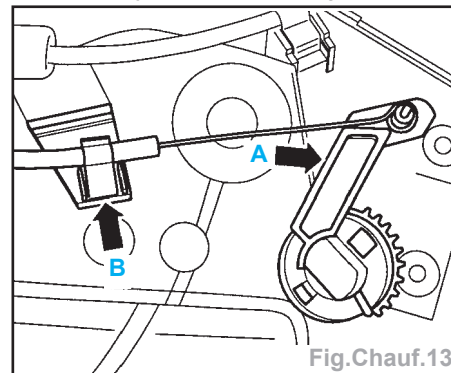

Fig.Chauf.13
- Pousser le levier du volet de température (flèche A) jusqu'en butée (Fig.Chauf.13).